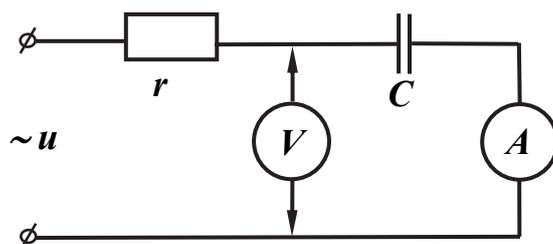

Рис. 10.2
3. Собрать схему (рис. 10.2). Подать на вход цепи переменное напряжение  $U = 4 \dots 5$  В с частотой  $f = 0,8 \dots 1,2$  кГц. Сопротивление резистора  $R = 100 \dots 150$  Ом, ёмкость конденсатора  $C = 0,47 \dots 1,00$  мкФ. Измерить ток в цепи  $I_C$  и падения напряжения на резисторе  $U_r$  и конденсаторе  $U_C$  с помощью виртуальных приборов.